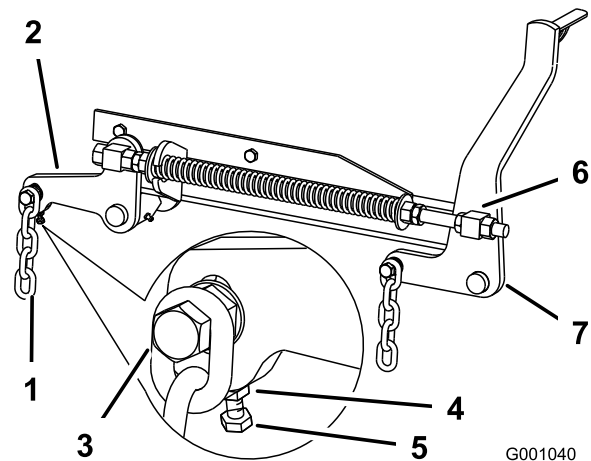

Bild 84
7. Wenn die Werte an den Stellen **B** oder **C** falsch sind, lösen Sie die Schraube, mit der die hintere Kette am hinteren Stützarm befestigt ist (Bild 84).
8. Lösen Sie die Klemmmutter unter dem hinteren Stützarm und stellen Sie die Einstellschraube so ein, dass Sie einen Wert von 80 mm bis 83 mm erhalten (Bild 84).
7. Lösen Sie die Klemmmuttern des vorderen Drehzapfens, vorne am rechten und linken Drehzapfen, um ungefähr 13 mm (Bild 84).
8. Stellen Sie die Hubmutter auf der linken und rechten Seite der Maschine so ein, dass Sie vorne an Stelle **A** einen Wert erzielen, der um 6 mm bis 10 mm niedriger ist als hinten an Stelle **B** (Bild 84).